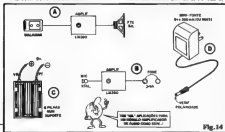

Fig. 14
- FIG. 14 - UTILIZAÇÃO PRÁTICA DO AMPLIFICADOR EXPERIMENTAL - Algumas sugestões de "corpo usar" a montagem... Devido à citada boa sensibilidade e fidelidade do circuito, a versatilidade também é grande:
- FIG. 14-A - Através de um cabo dotado do conveniente plugue, o Leitor/"Aluno" pode ligar a Saida de "Fone" de um walkman à Entrada do AMPLIFICADOR LM380, com o que poderá sonorizar uma sala de dimensões normais (dê até pra "dar um bealinho"...), com excelentes resultados... Nesse caso, recomenda-se colocar o alto-falante numa pequena caixa acústica, com o que se obtém o melhor rendimento sonoro do sistema... Outra coisa: quanto maior for o alto-falante (e, conseqüentemente, a própria caixa acústica...) melhor será o rendimento dos sons mais graves (que, normalmente, não são reproduzidos com boa intensidade, pelos alto-falantes muito pequenos...). Nótam que como os walkmans são geralmente, estéreo, os dois canais terão que ser "conectados", gerando na Entrada do AMPLIFICADOR LM380 um si-
- FIG. 14-B - Aplicando à Entrada do AMPLIFICADOR LM380 um simples microfone de cristal (o preço não é muito elevado...) e usando-se, na Saida, um par de fones "de cabeça" ou "de orelha" (podem ser aqueles mesmos do seu velho walkman...), o Leitor/"Aluno" obtém um excelente amplificador "espião", de incrível sensibilidade! Basta "puxar" um cabo longo (blindado) para o microfone (que deve ser escondido em algum cantinho...) ou, na outra "ponta" do sistema, dotar os fones de uma boa extensão de fio, para confortavelmente "acertar" as conversas dos amigos (ou inimigos...) na outra sala! Os detalhes dessa operação de "espionagem" nós deixamos por conta da mente "maligna" dos Leitores "zeretas"...
- FIG. 14-C - Se a alimentação com pilhas for escolhida, basta colocar 6 pilhas (podem ser das pequenas ou médias...) no respectivo suporte, atentando para a polaridade dos fios ou terminais do suporte, quando da ligação ao circuito...
- FIG. 14-D - Mini-fonte ("eliminador de pilhas") típica, que também pode ser usada na alimentação do AMPLIFICADOR